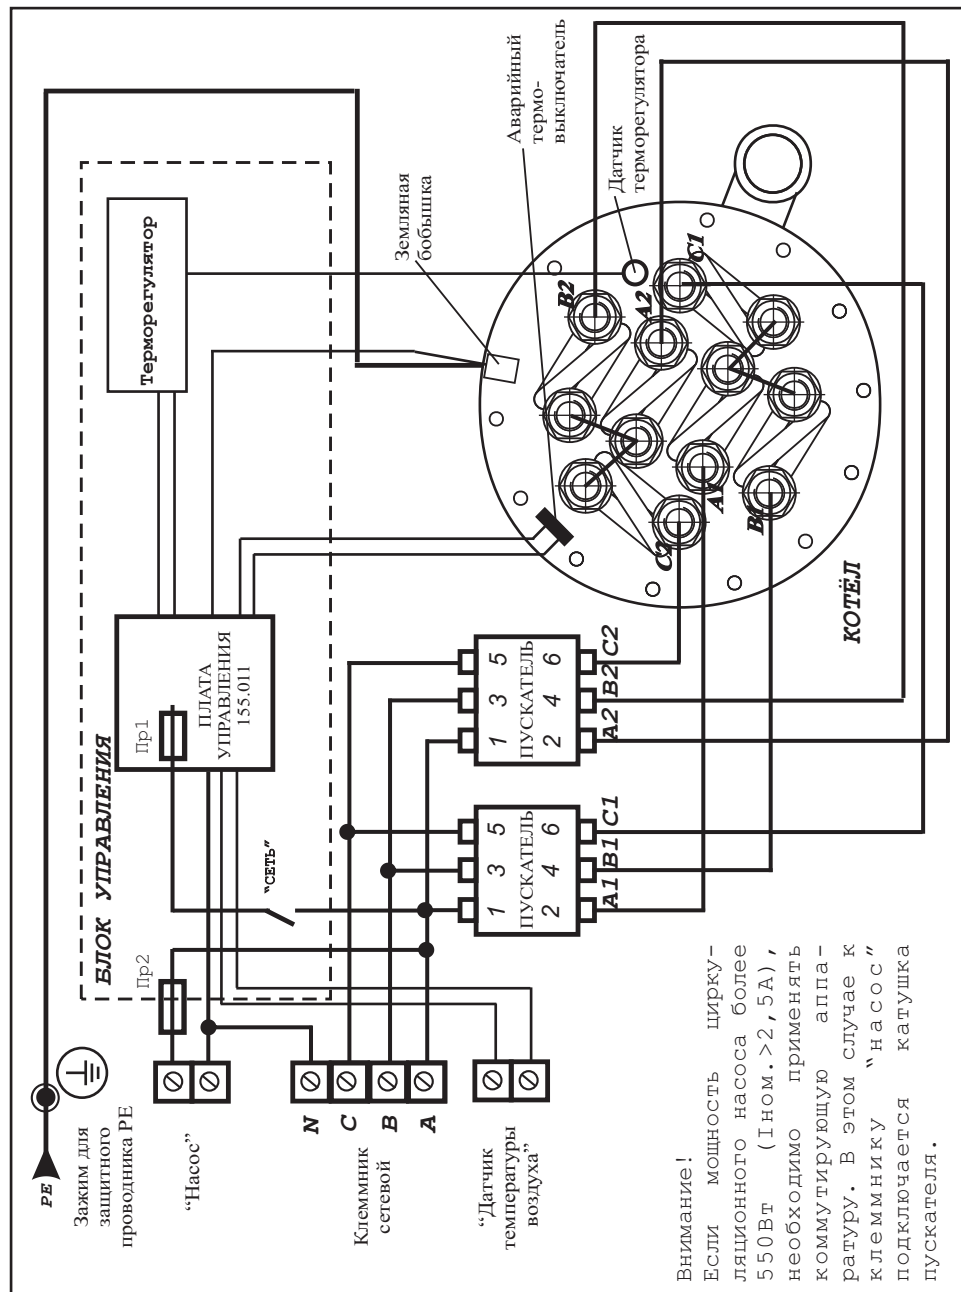

Рисунок 3 - Электрическая схема подключения
6.1.10 Подключение силового кабеля, шнура питания циркуляционного насоса, шнура датчика температуры воздуха производится в соответствии с Рис. 3,4,5,6.